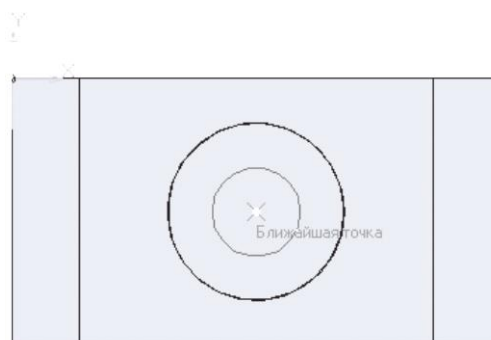

Рис. 7.9. Построение окружности
- 29) Постройте окружность радиусом 10 мм ($\varnothing = 20$). Воспользуйтесь глобальной привязкой «**Ближайшая точка**» (рис. 7.9);